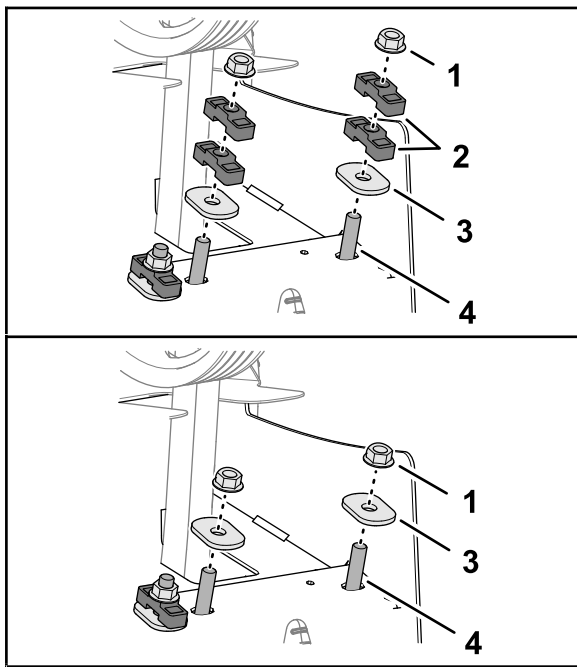

図 134
6. 硬化楕円ワッシャーとロックナットで、ダンパのシャフトとスペーサを後フレームに固定する 図 134。